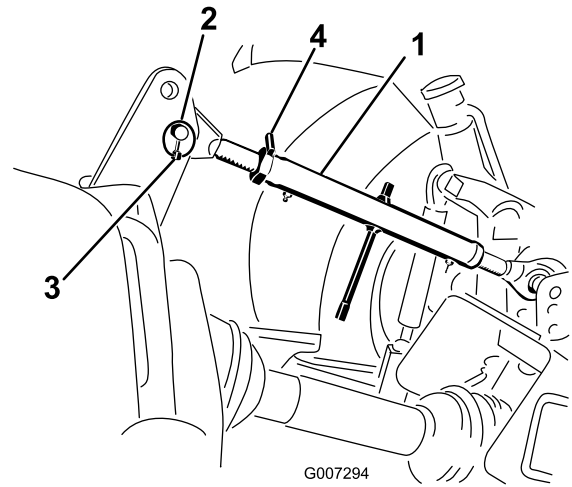

図 6
1. 上リンクをブラケットの下穴に接続し、リンク・ピンとリンチ・ピンで固定する (図 6)。
3. 上リンクを回してリンクを締める。エアレータの前面が水平面に対して垂直になるように調整する (図 6)。